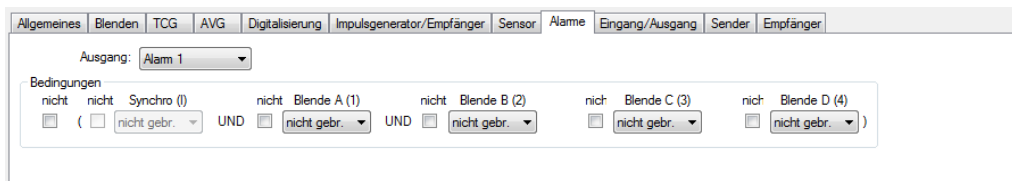

Abbildung 4-66 Register Alarme
2. Konfigurieren Sie im Register **Alarme** im Dialogfeld **Ultraschalleinstellungen** die Alarme mit denen das A-Bild aufgezeichnet werden soll. Drei verschiedene Alarme mit der gleichen Wirkung konfiguriert werden (siehe Abbildung 4-66 auf Seite 309).